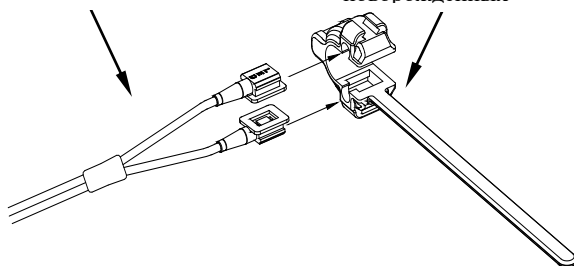

Рис. 9-2. Зонд кислорода в крови для младенцев (1)
- Датчик кислорода для новорожденных состоит из Y-образного зонда кислорода в крови и корпуса зонда кислорода для новорожденных. Вставьте сторону Y-образного зонда с индикатором в верхний паз гнезда, а сторону PD — в нижний паз (см. рис. 9-2). Собранный зонд кислорода в крови для новорожденных показан на рисунке 9-3.